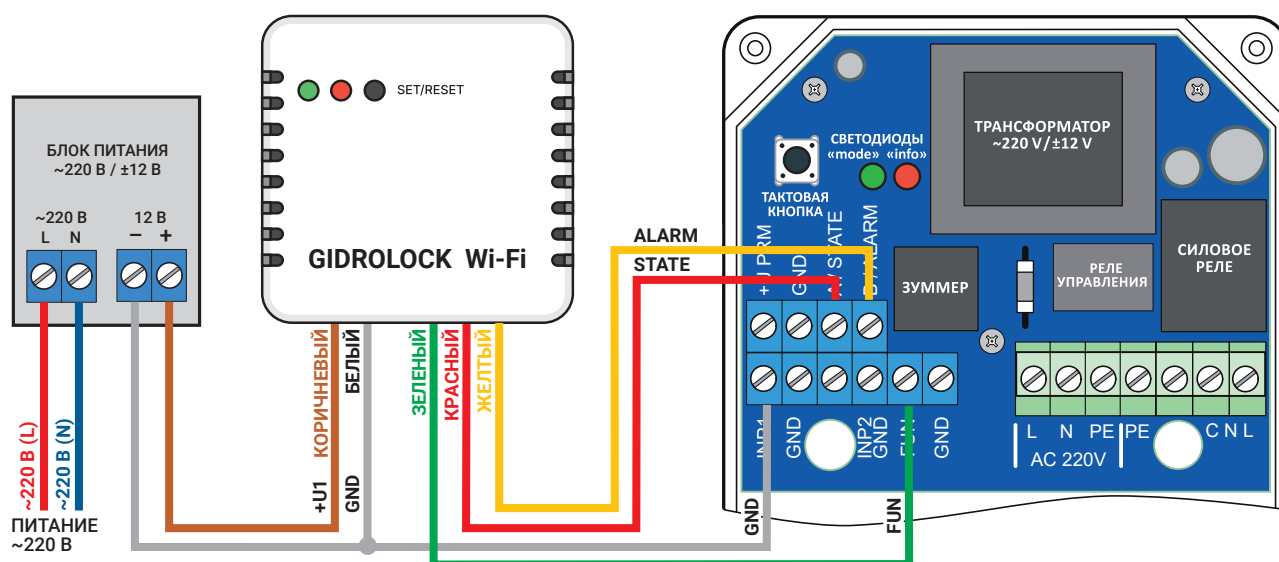

Рис. 4. Схема подключения Модуля GIDROLOCK Wi-Fi с внешним блоком питания (пример подключения).
5.6 К блоку управления можно подключить **Модуль GIDROLOCK Wi-Fi**. Через мобильное приложение Smart Life от компании TuYa пользователь сможет управлять состоянием подключенных к блоку шаровых электроприводов и будет получать уведомления об аварии в случае обнаружения протечки. Для питания **Модуля GIDROLOCK Wi-Fi** потребуется внешний отдельный блок питания 220В/9...15В (1,0А). Схема подключения приведена на рис.4.